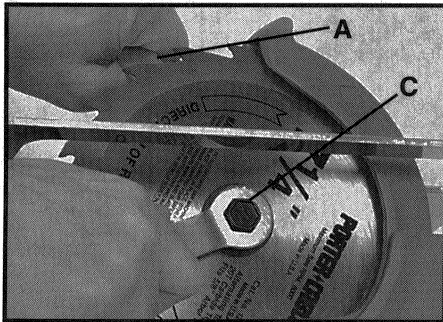

Fig. 3
3. Invierta la sierra con la agarradera sobre un apoyo rígido. Vea la Fig. 3.
4. Abra (retroceda) el protector (guarda) del disco. Meta la llave de contraeje (A) Fig. 3, entre el disco y el protector y sobre los planos de la pestaña (patín) del contraeje.
5. Mientras detiene la llave de contraeje (A), se puede apretar o aflojar el perno fijador con la llave del perno fijador (C) del disco como está ilustrado en la Fig. 3. Dé vuelta al perno fijador en el sentido contrario a las manecillas del reloj para aflojarlo y en el sentido de las manecillas del reloj para apretarlo. Apriete el perno fijador sólo lo suficiente para prevenir el resbamiento del disco durante operaciones normales.